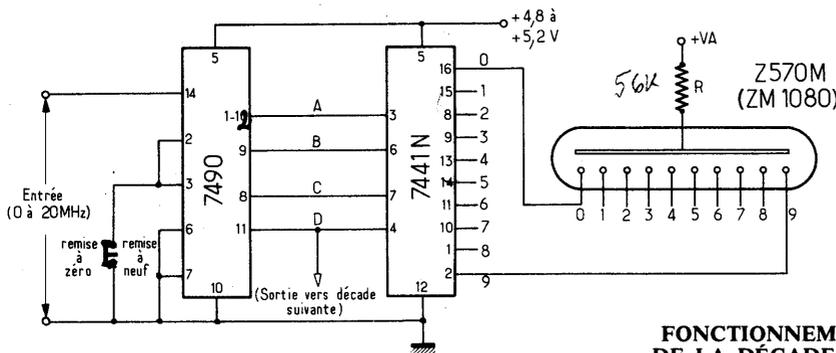
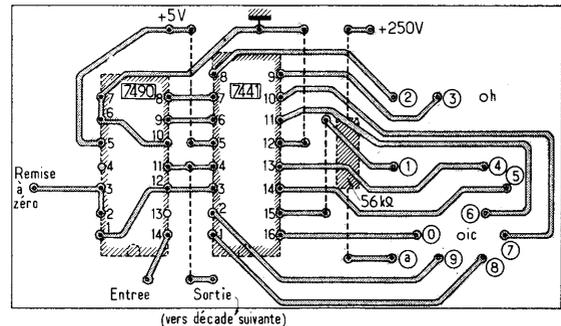

Fig. 2. — Schéma des liaisons entre décade, décodeur et tube d'affichage. Dans l'intérieur des cadres représentant les cir-
Fig. 6. - Schéma de la plaquette du circuit imprimé avec vue en transparence des cir-
La figure 2 représente le montage de la décade, du décodeur et du tube d'affichage. Afin de simplifier le schéma, les liaisons entre décodeur et tube nixie ont été omises. Les signaux d'horloge, c'est-à-dire les signaux générés par le relaxateur, sont appliqués à l'entrée de la décade 7490, qui compte les impulsions en code B.C.D. (binaire codé décimal). Il apparaît, sur les sorties A, B, C, D, des impulsions représenta-
Le montage de la figure 2 n'est capable de compter que de 0 à 9. Si on désire réaliser un compteur de plus grande capacité, il sera nécessaire de doubler, tripler, quadrupler, etc., ce montage. Par exemple, si l'on veut construire un compteur entre 0 et 99, il faudra utiliser deux 7490, deux 7441 et deux tubes Z570M. La sortie D du premier 7490 attaquera l'entrée (14) du second 7490.
La remise à zéro s'effectue en appliquant sur une entrée particulière des bascules une impulsion d'inhibition qui les remet toutes à l'état 0. Le poussoir de remise à zéro de la figure 2 est normalement fermé de sorte que les points 2 et 3 du 7490 sont réunis à la masse. En ouvrant le circuit, on provoque un signal qui est appli-
La figure 6 montre le schéma de plaquette imprimée vue côté soudures avec, en transparence, les composants qu'elle supporte, la résistance de 56 kΩ correspondant à R de la figure 2. Les liaisons entre plaquette et tube d'affichage sont faites en câblage traditionnel.